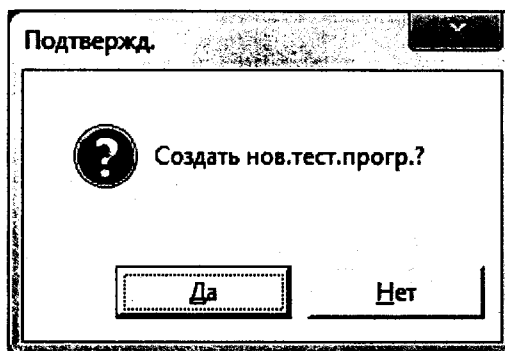

Рисунок 8 – Окно с запросом на подтверждение новой тестовой программы.
в) На запрос подтверждения на создание новой тестовой программы нажмите Да (рисунок 8).
- в) На запрос подтверждения на создание новой тестовой программы нажмите Да (рисунок 8).